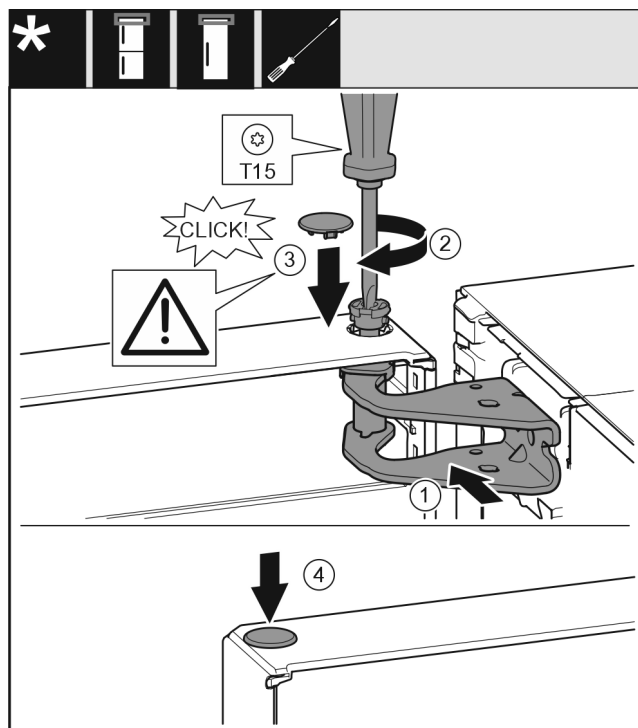

Fig. 19
- ▶ Wyrównać drzwi u góry względem otworu w płycie zawiasu. Fig. 19 (1)
- ▶ Założyć sworzeń i dokręcić śrubokrętem T15. Fig. 19 (2)
- ▶ Zamontować osłonę bezpieczeństwa w celu zabezpieczenia drzwi: Włożyć osłonę zabezpieczającą i sprawdzić, czy przylega ona do drzwi. Ponadto założyć całą sworzeń. Fig. 19 (3)
- ▶ Założyć zatyczkę. Fig. 19 (4)